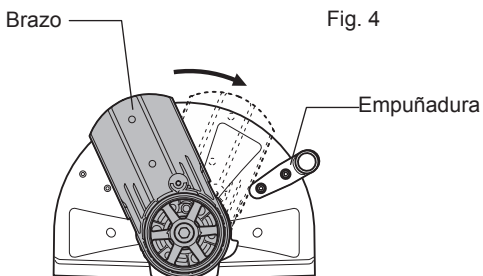

Fig. 4
- (5) Gire el brazo hasta que haga contacto con la empuñadura y manualmente regrese el bloqueo del eje a la posición original. (Fig. 4)